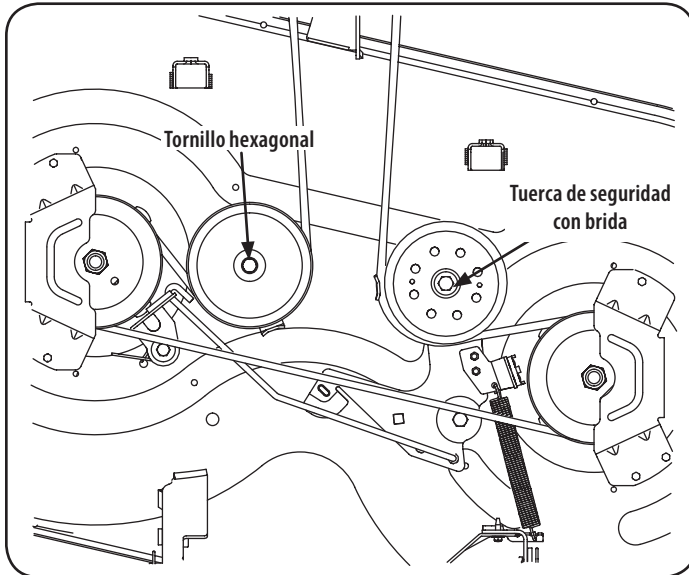

Figura 25
3. Extraiga la tuerca de brida hexagonal que asegura la cuchilla al montaje del husillo. Vea la Figura 25.
2. Afloje, pero no quite la tuerca de seguridad con brida de la polea loca derecha y el tornillo hexagonal de la polea izquierda. Vea la Figura 25.